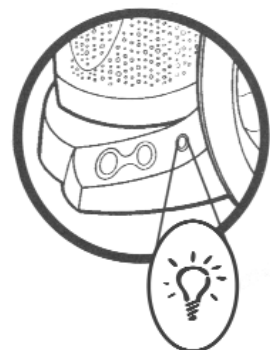

FIGURE 7
**1.** Ce voyant indique si l'appareil est programmé pour filtrer d'eau municipale ou de puits ou de lac.\* (FIGURE 7)